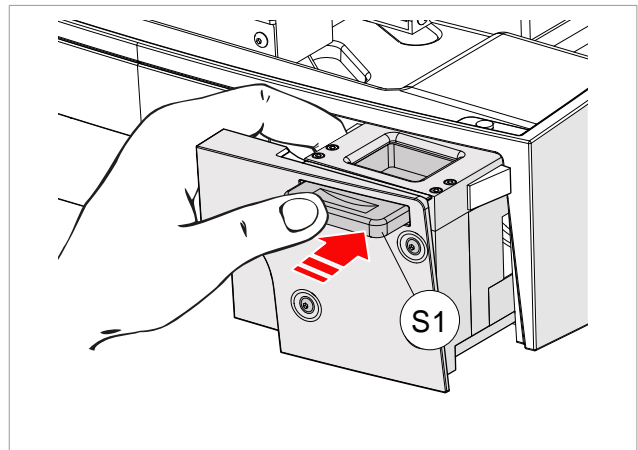

Fig. 74
- 1) Trek de lade (S) volledig uit.
- 2) Houd met één hand de lade vast en druk gelijktijdig met dezelfde hand op de hendel (S1) (Fig. 74).